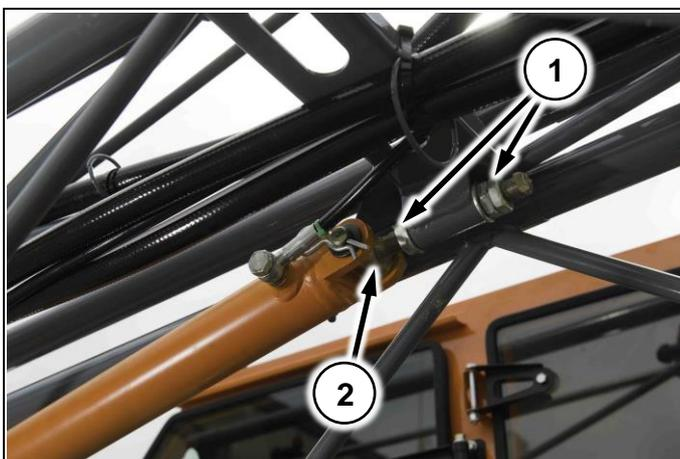

Рис. 105
2. Расконтрите гайки (Рис. 105/1) до того момента пока болт (Рис. 105/2) не будет свободен